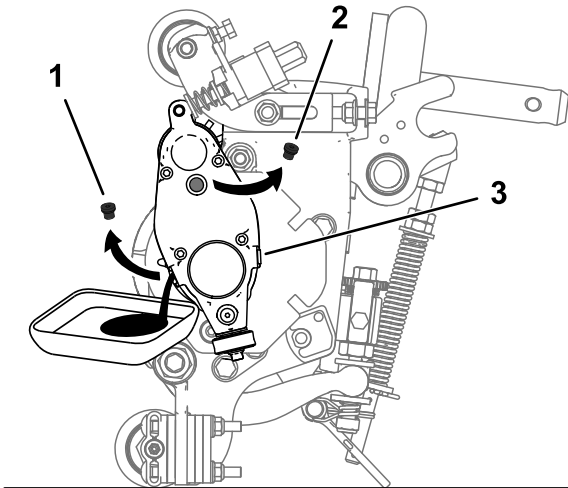

图 26
5. 将滚刀组向后倾斜到支撑架上直至排油口转向底面确保完全排净图 26。